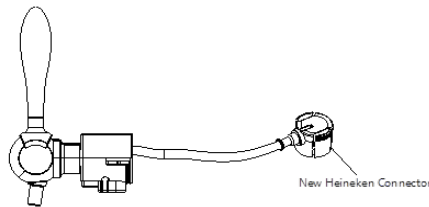

Figure 5 (Pour un fût de 5 litres uniquement)
6. Alignez le dispositif de vanne de sortie de la bière verticalement avec la le raccord du fût de bière au milieu de la surface supérieure de celui-ci et enfoncez-le immédiatement dans le fût de bière. Lorsque vous entendez un clic, cela indique que le raccord est bien en place sur le fût de bière (comme le montre les figures 5 et 6 ci-dessous). Après avoir installé le dispositif de
7. **POUR UN FÛT DE 5 L** : Remplacer le tuyau de bière par l'adaptateur (nouveau raccord Heineken) au robinet du refroidisseur. Ensuite, branchez l'adaptateur au raccord de bière du robinet (figure 5).